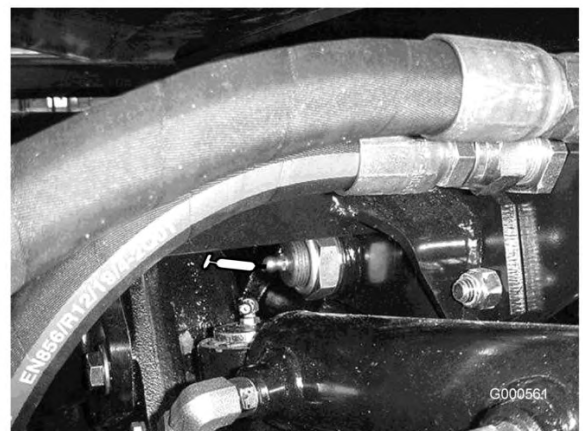

Figura 25
- Boccole orientabili (2) del ponte posteriore (Figura 25)